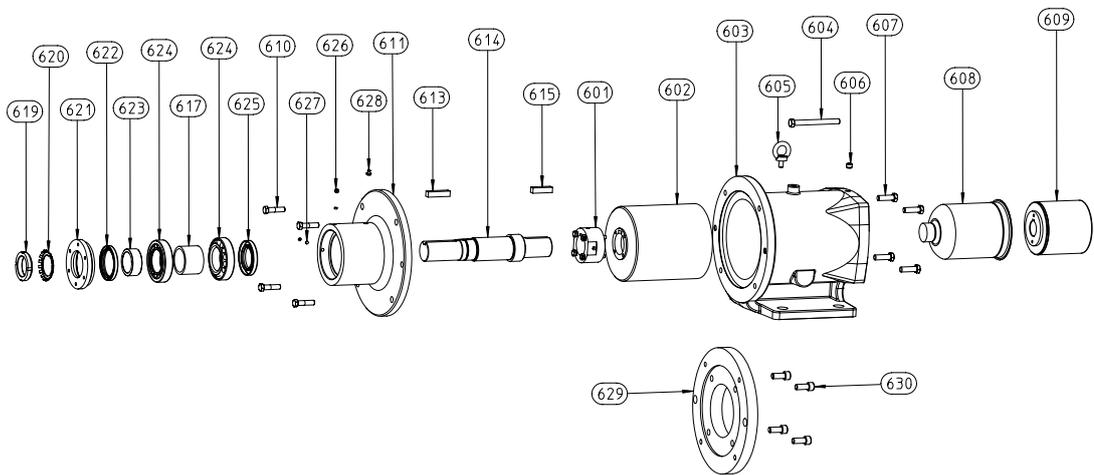
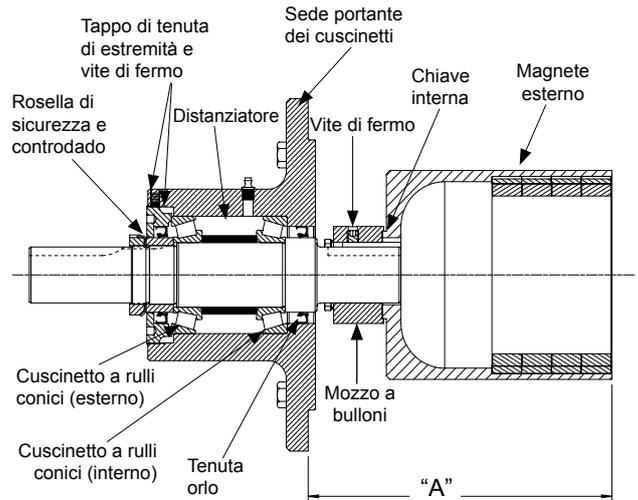

FIGURA 8
FIGURA 14
La sede del portante dei cuscinetti per l'accoppiamento MD2-C è caratterizzata da due cuscinetti a rulli conici tenuti fissi in posizione da un tappo filettato di estremità. L'unità si ingrassa all'esterno usando il punto di ingrassaggio apposito. Quando si richiede ulteriore smontaggio, vedere la figura 8 a pagina 6 e la figura 14, quindi procedere nel modo seguente:
4. Una tenuta d'orlo è spinta dentro il tappo di estremità e l'altra dentro la sede dei cuscinetti. Non rimuovere le tenute d'orlo a meno che non debbano essere sostituite. Se vengono rimosse, fare molta attenzione al loro orientamento, come mostrato nella figura 14, quando si installano quelle nuove.
Dipendendo dalle loro condizioni, sostituire i cuscinetti o rimontare quelli in uso dopo averli puliti e ingrassati con grasso per uso generale NLGI n. 2. Sostituire le tenute d'orlo se necessario. Per il loro orientamento, vedere la figura 14.